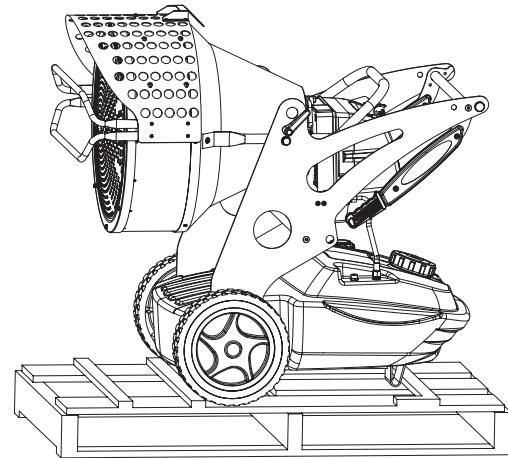

**Abbildung 1 - Verpackung**
- Die zur Verpackung des Gerätes verwendeten Bänder entfernen (Abb. 1).
- Wenn möglich die Kartonverpackung von oben auf der Palette positioniert und mit passenden Materialien fixiert werden (Abb. 1).